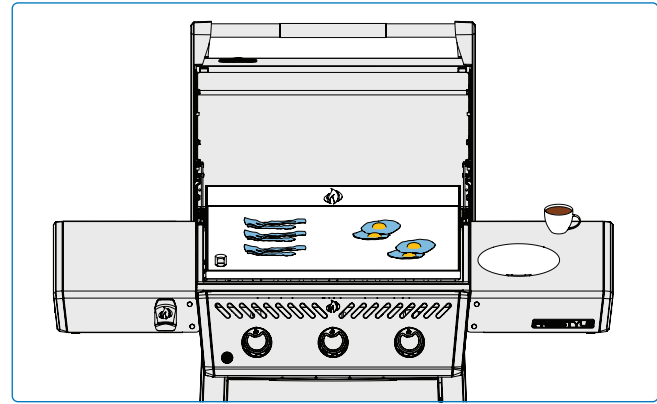

Fig. 8
- Réglez les différents brûleurs à différents niveaux de chaleur pour créer des zones de température spécifiques. Surveillez la température de la surface de la plaque à l'aide d'un thermomètre infrarouge pour vous assurer que chaque zone est au niveau de chaleur souhaité. Utilisez la chaleur directe (placée directement au-dessus des brûleurs allumés) pour les aliments qui nécessitent une cuisson rapide, tandis que la chaleur indirecte (placée sur le côté) peut être utilisée pour une cuisson plus lente ou pour maintenir les aliments au chaud. **(Fig. 8)**.